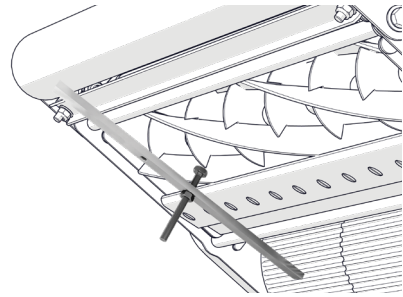

Fig.12G - Répéter le processus de l'autre côté.
8. Répétez l'étape 7 pour la deuxième position de l'autre côté de la cassette (Fig.12G).